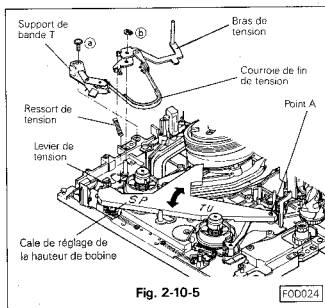

Fig. 2-10-5
- F. Remonter le bras de tension sur son axe ainsi que la rondelle d'arrêt (B). (Voir Fig. 2-10-5)
- G. Monter le ressort de tension sur le bras/levier de tension. (Voir Fig. 2-10-5)
- H. Assembler le support T (T = Take Up = Récepteur) sur la platine principale en évitant d'endommager la courroie du frein de tension, revisser le vis (C) légèrement. (Voir Fig. 2-10-5)